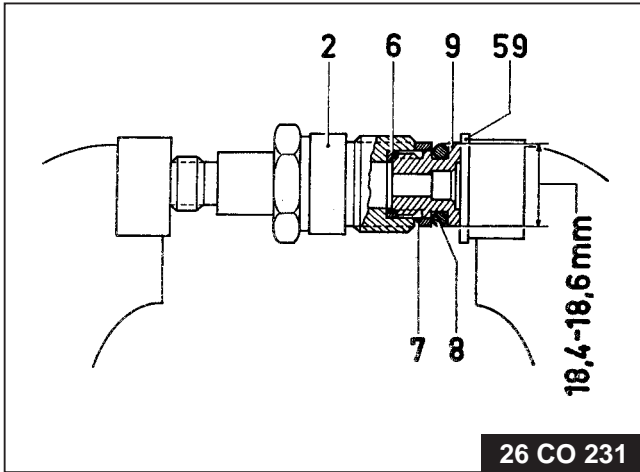

Fig. 8.
4. Monteer de perskleppen (zie fig. 8).